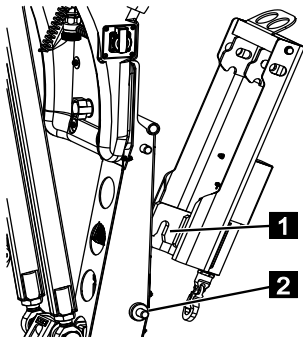

Fig. 107
2. Enfoncez la fixation du dispositif de levage (Fig.107/1) sur les goupilles (Fig.107/2).